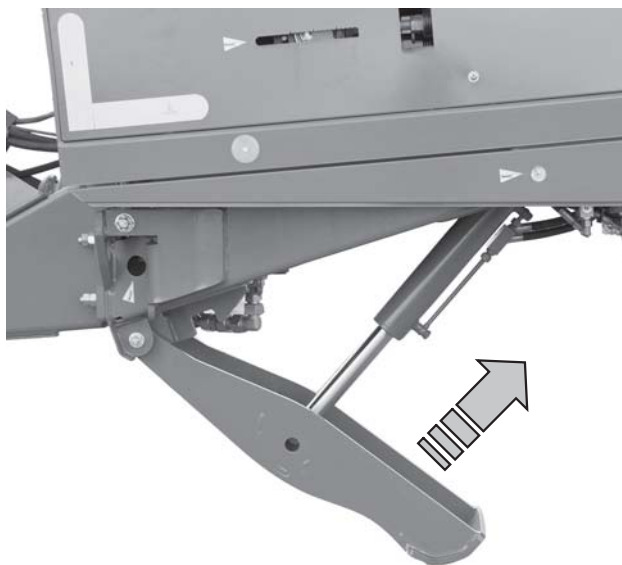

Bild 6.8: Поднятие опоры
7. Медленно поднимите гидравлическую опору машины. См. Рис. 6.8.